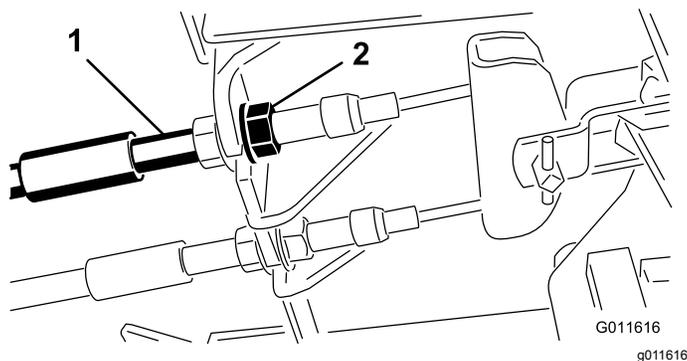

Рисунок 85
1. Чтобы уменьшить свободный ход тормозных педалей, затяните тормоза, ослабив переднюю гайку на резьбовом конце троса тормоза (Рисунок 85).